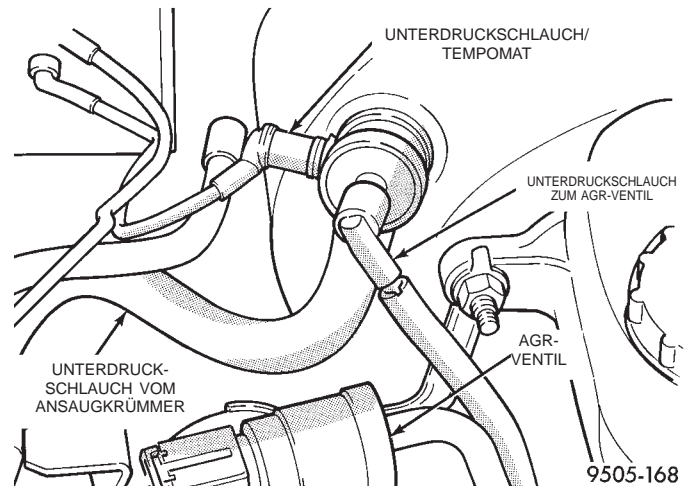

Abb. 93 Anschluß der Unterdruckschläuche am Rückschlagventil
(6) Die Unterdruckschläuche (Abb. 93) vom Rückschlagventil am Unterdruckbremskraftverstärker lösen.
(11) Alle zuvor abgenommenen Unterdruckschläuche wieder an das Rückschlagventil des Unterdruckbremskraftverstärkers anschließen (Abb. 93).